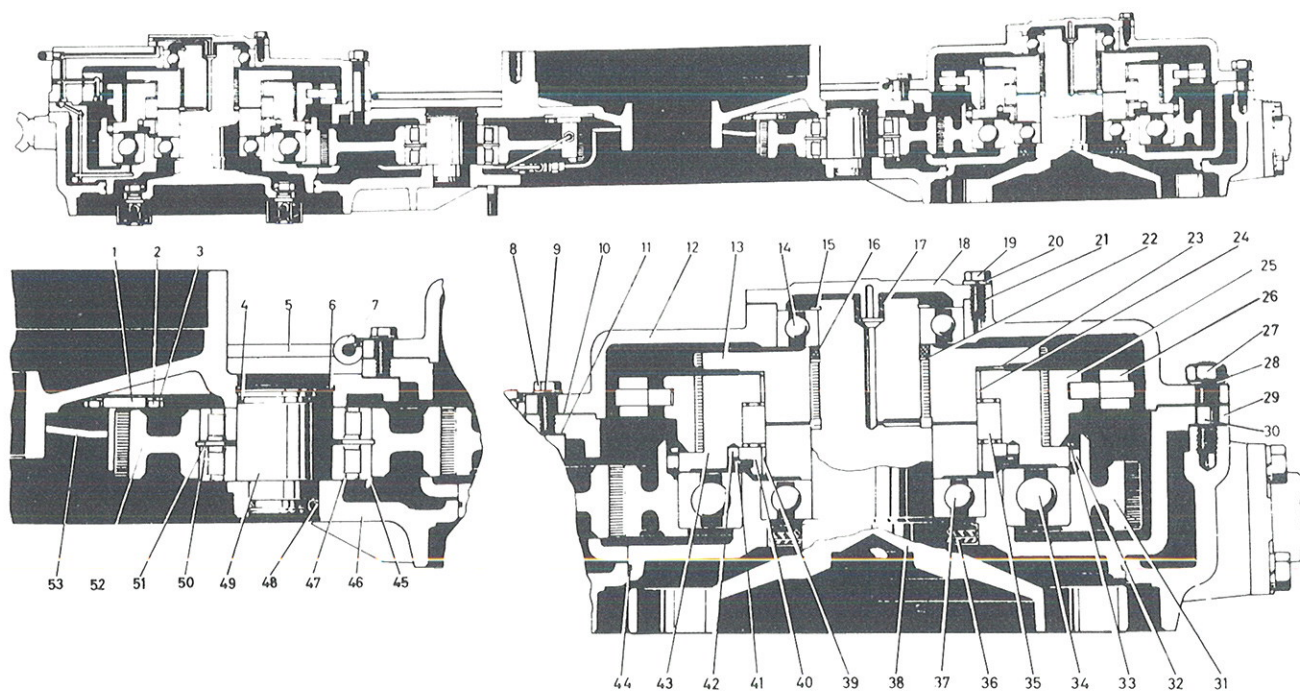
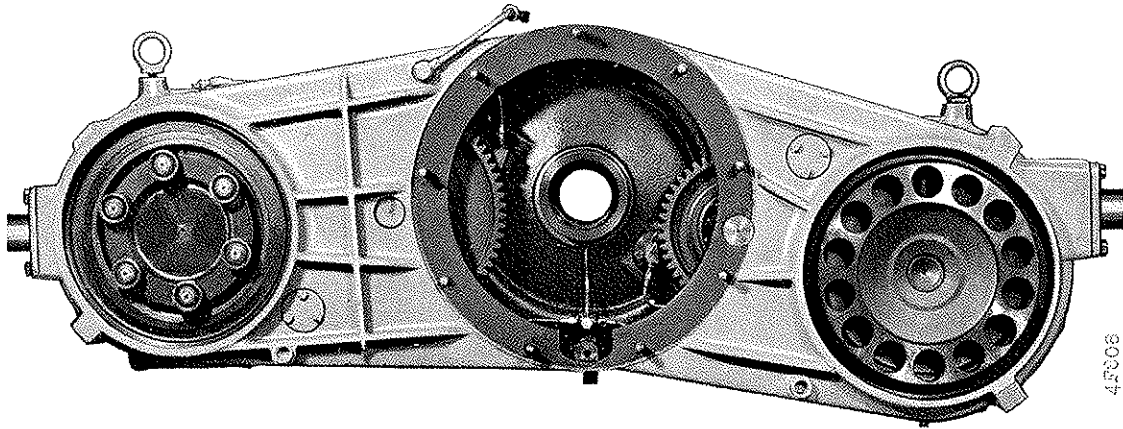

Bild 67. Samlingsväxel
Bild 68. Samlingsväxel
Samlingsväxeln är fastskruvad i ramen. Dess utseende framgår av bild 68 och konstruktion av bild 67. Beträffande funktionen, se under Frihjulsenhet. Utväxlingen är för gasturbinsidan 0,81:1 och för kolvmotorsidan 0,72:1.
De i denna del ingående detaljerna visas på bild 67. Ingående axeln 38 är i ena ändan utformad för anslutning över elastisk koppling. På gasturbinsidan är kopplingsbussningarna monterade på axeln medan de för kolvmotorsidan är monterade på automatväxellådan. Axeln har dessutom oljekana-ler samt utvändiga bommar för frihulets innerbana. Den är lagrad i två kullager 14 och 37. Tät-ningsringen samt labyrinthtätningen förhindrar läck-ning.
Kolvmotorsidans mellanhjul 52 (bild 67) har 47 och gasturbinsidans 69 raka kuggar. Vardera hjulet är med hjälp av två cylindriska rullager (47 och 51) lagrade på en axel (49).
Huset har flänsar för montering av FBTV och vinkelväxel samt för anslutning av kolvmotor och gasturbin. Utformningen framgår av bild 68.